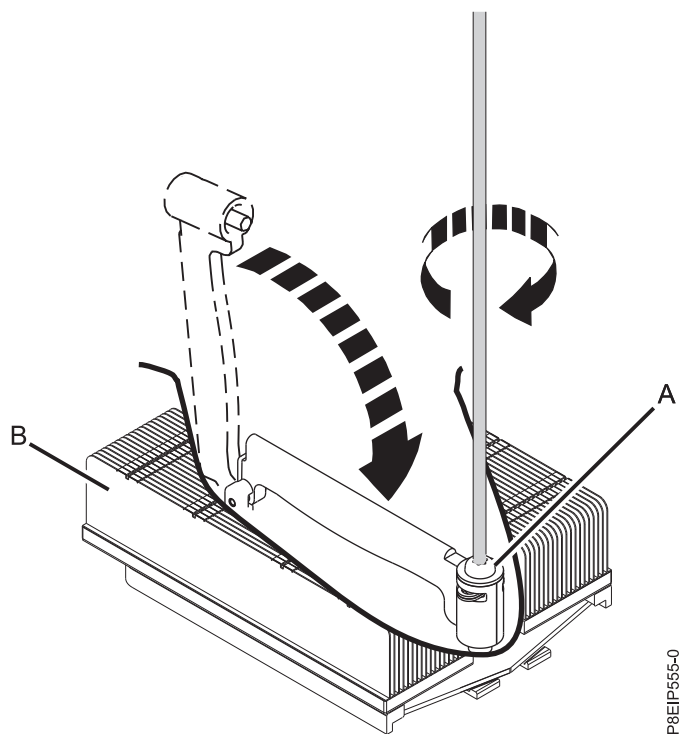

図 56. ロード・アームのねじを締める
6. ロード・アーム **(A)** をヒート・シンク **(B)** の上の所定の位置に移動し、#3 Phillips ドライバーでロード・アームのねじを締めます (55 ページの図 56 を参照)。